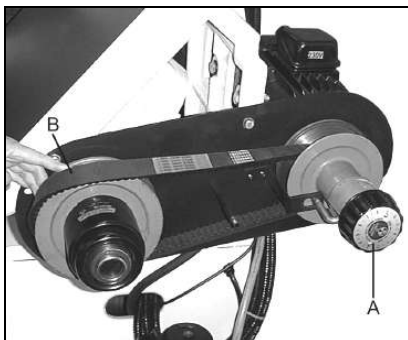

Fig 19
Relâcher la tension de la courroie en positionnant la poignée de réglage (A, Fig. 19) sur la vitesse la plus lente. Ainsi la courroie (B) peut être retirée.